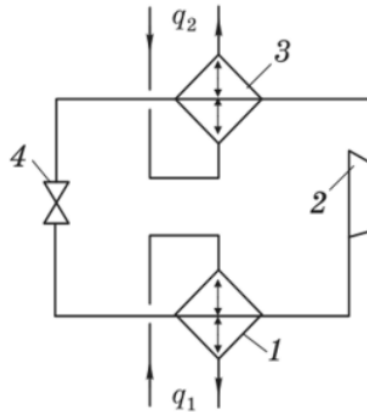

Рисунок 5 – Схема установки ПКТН [4]
- Парокомпрессионный тепловой насос (ПКТН). Эта установка, которая с помощью парокомпрессионного цикла способна передавать тепло от одного тела к другому, то есть от менее нагретого источника к более нагретому (рис. 5). В нем происходит процесс систематического расширения и сжатия рабочего тела. Конструкция ПКТН в основном такая же, как и в предыдущих типах насосов, но с одним отличием: наличие дросселя. Дроссель необходим для снижения давления хладагента перед входом его в испаритель [4].